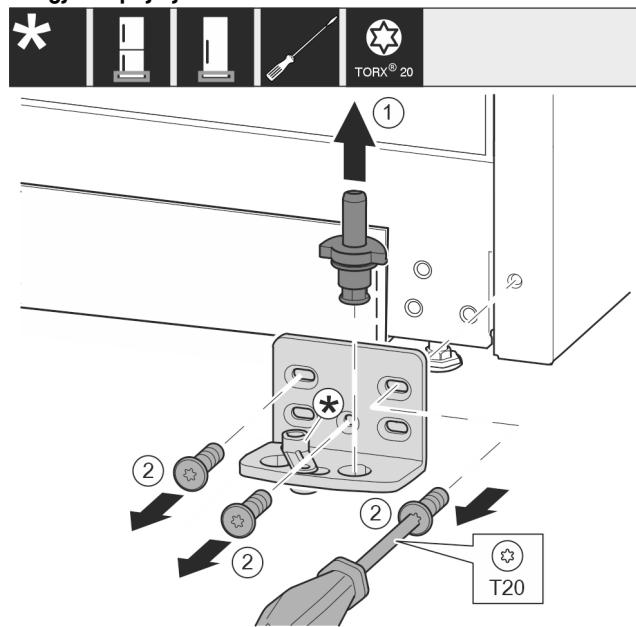

Fig. 10
- Nxirri jashtë komplet bazamentin mbështetës nga lart. Fig. 10 (1)
- Nxirri jashtë vidat me një kaçavidë T20 dhe hiqni bazamentin mbështetës. Fig. 10 (2)